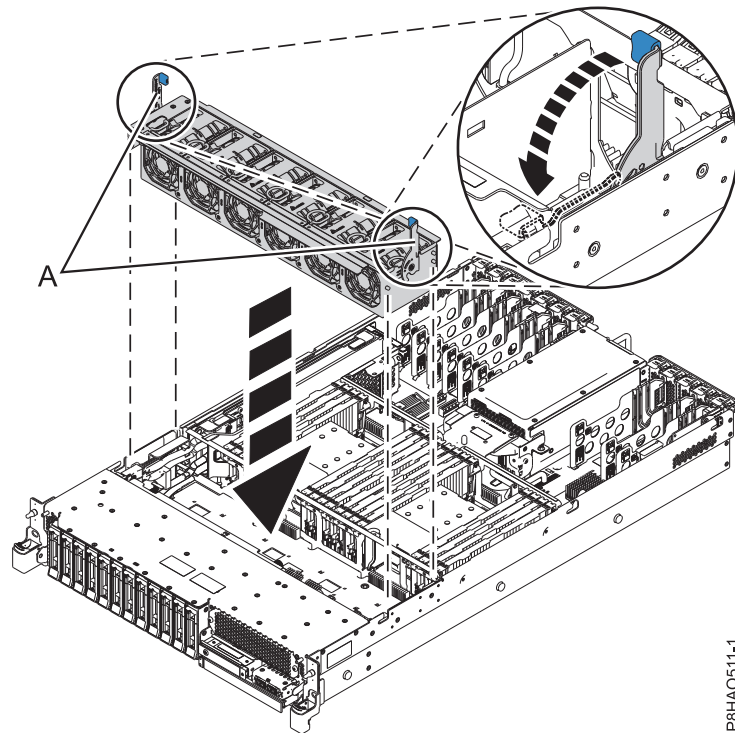

図 5. ファン・ケージの取り替え
- b. 図 5 に示すように、青色のタッチ・ポイント・ラッチ (A) を持って、システム内にファン・ケージを下ろします。
- c. 図 5 に示すようにラッチ (A) を回転させてファン・ケージを所定の場所にロックします。